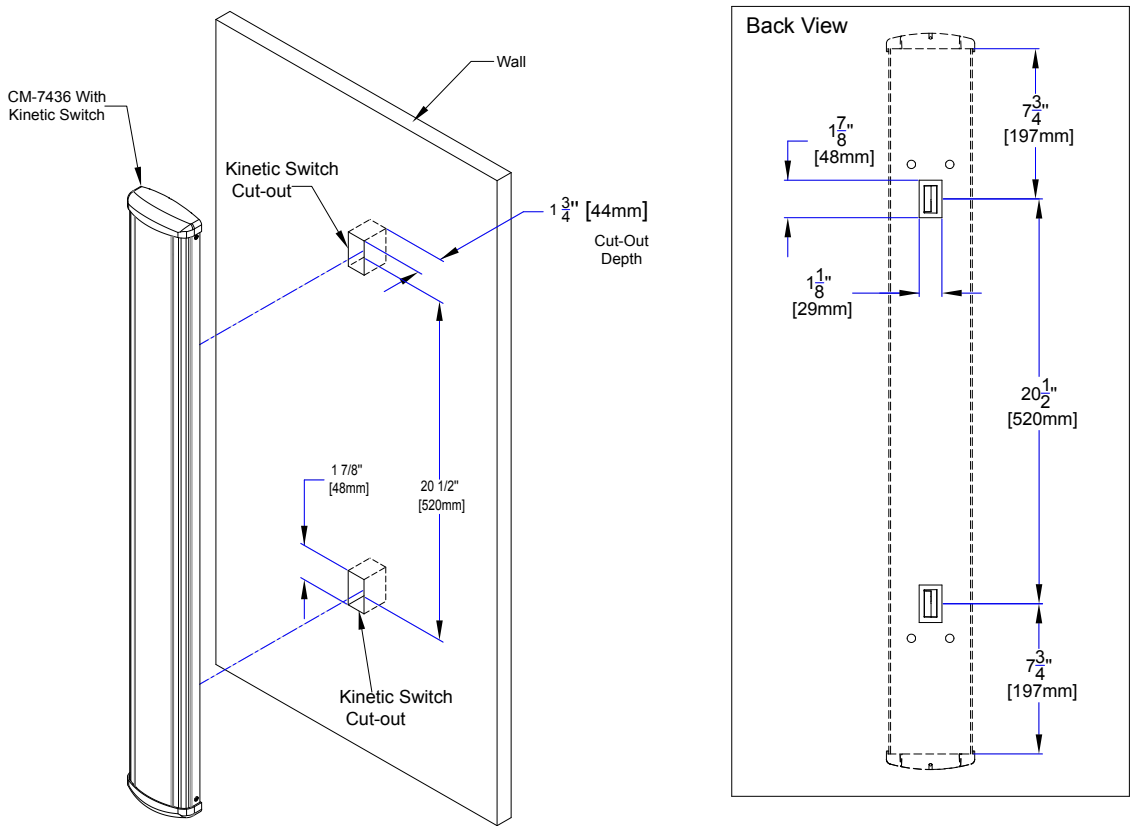

Figure 4.5 Kinetic Wall Mounting
- c. **Si on utilise Kinetic RF:** Le CM-7436K utilise 2 interrupteurs RF cinétiques installés près du haut et du bas de l'actionneur. Lorsque vous associez cet interrupteur à un récepteur cinétique, vous devez jumeler à la fois les interrupteurs du haut et du bas. L'appariement des émetteurs Camden Kinetic est détaillé dans le manuel d'installation CM-RX90v2. (Voir Figure 4.5)